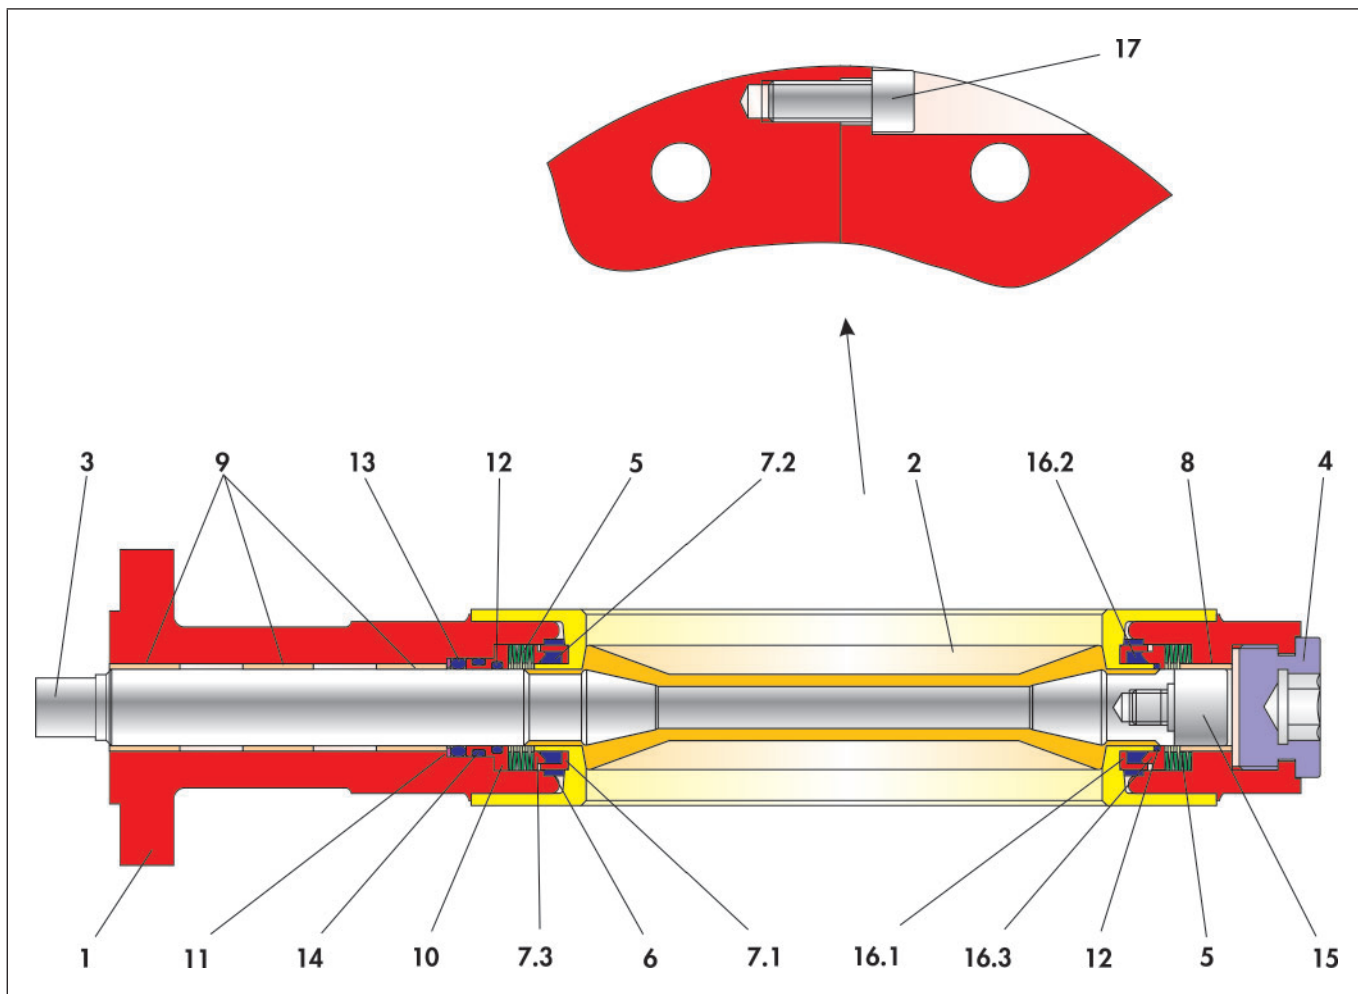

Bild 3-2: Schnittzeichnung der Klappe BR 10e
- ⇒ Scheibe (16.1) über untere Seite der Klappenwelle (3) und Lagerkragen des Liners (2) legen.
- ⇒ O-Ring (12) auf den Lagerkragen des Liners platzieren.
- ⇒ Einlage (6) um Liner (2) legen, dabei Bohrungen der Einlage um Lagerkragen einpassen.
- ⇒ Lagerschraube (15) in den Lagerzapfen der Klappenscheibe (3) schrauben.
- ⇒ Lagerbuchse (8) in Wellendurchführung der unteren Gehäusehälfte (1b) einbringen.
- ⇒ Tellerfedersatz (5), bestehend aus 6 Tellerfedern, in die entsprechende Stelle der Gehäusehälfte (1b) einlegen. Anordnung der Tellerfedern ist Bild 3-2 zu entnehmen.
- ⇒ Lagerbuchsen (9) in die Wellendurchführung der oberen Gehäusehälfte (1a) einbringen.
- ⇒ Scheibe (11) in die Wellendurchführung bis auf die schon montierte Lagerbuchse einlegen.
- ⇒ O-Ring (13) auf Scheibe (11) in der Wellendurchführung legen.
- ⇒ O-Ringe (12 und 14) in die entsprechenden Ausdrehungen der Buchse (10) einlegen
- ⇒ Vormontierte Buchse in die Wellendurchführung bis auf den O-Ring (13) einführen.
- ⇒ Tellerfedersatz (5), bestehend aus 6 Tellerfedern, in die entsprechende Stelle der Gehäusehälfte (1a) einlegen. Anordnung der Tellerfedern ist Bild 3-2 zu entnehmen.